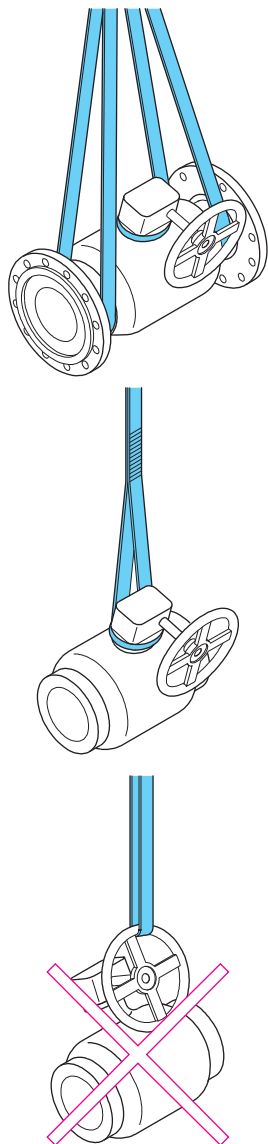

Рис. 2. Подъем крана.
- Используйте один из разрешенных способов подъема, показанных на рис. 2 и 3.